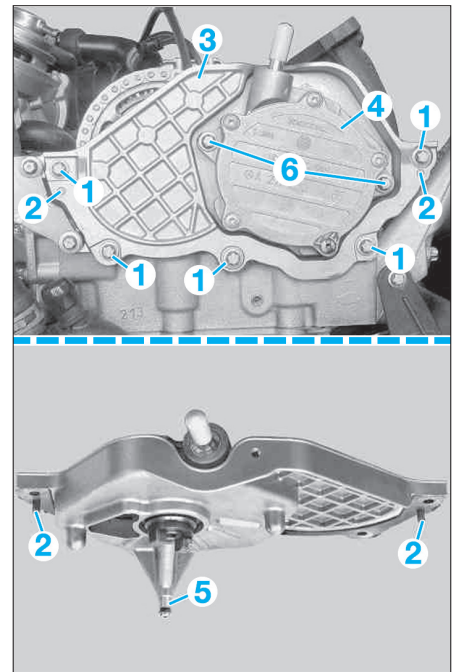

FIG. 25
- Déposer le carter avant avec la pompe à vide (Fig.25) :
- déposer les vis (1),
- sortir des goupilles de centrage (2) le carter avant (3) équipé de la pompe à vide (4).